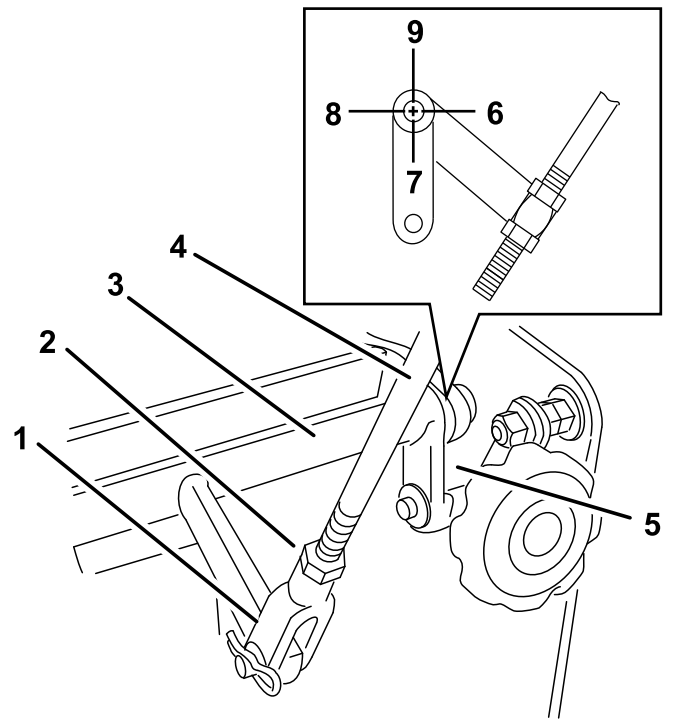

Bild 29
Die Nasen sollten in der 6-Uhr-Position gerade nach unten zeigen (ungefähr), wie in Bild 29 dargestellt.
5. Stellen Sie den Gewindebügel unten am Geschwindigkeitsstergestänge so bis, bis die Nasen in der 6-Uhr-Stellung sind (Bild 29).